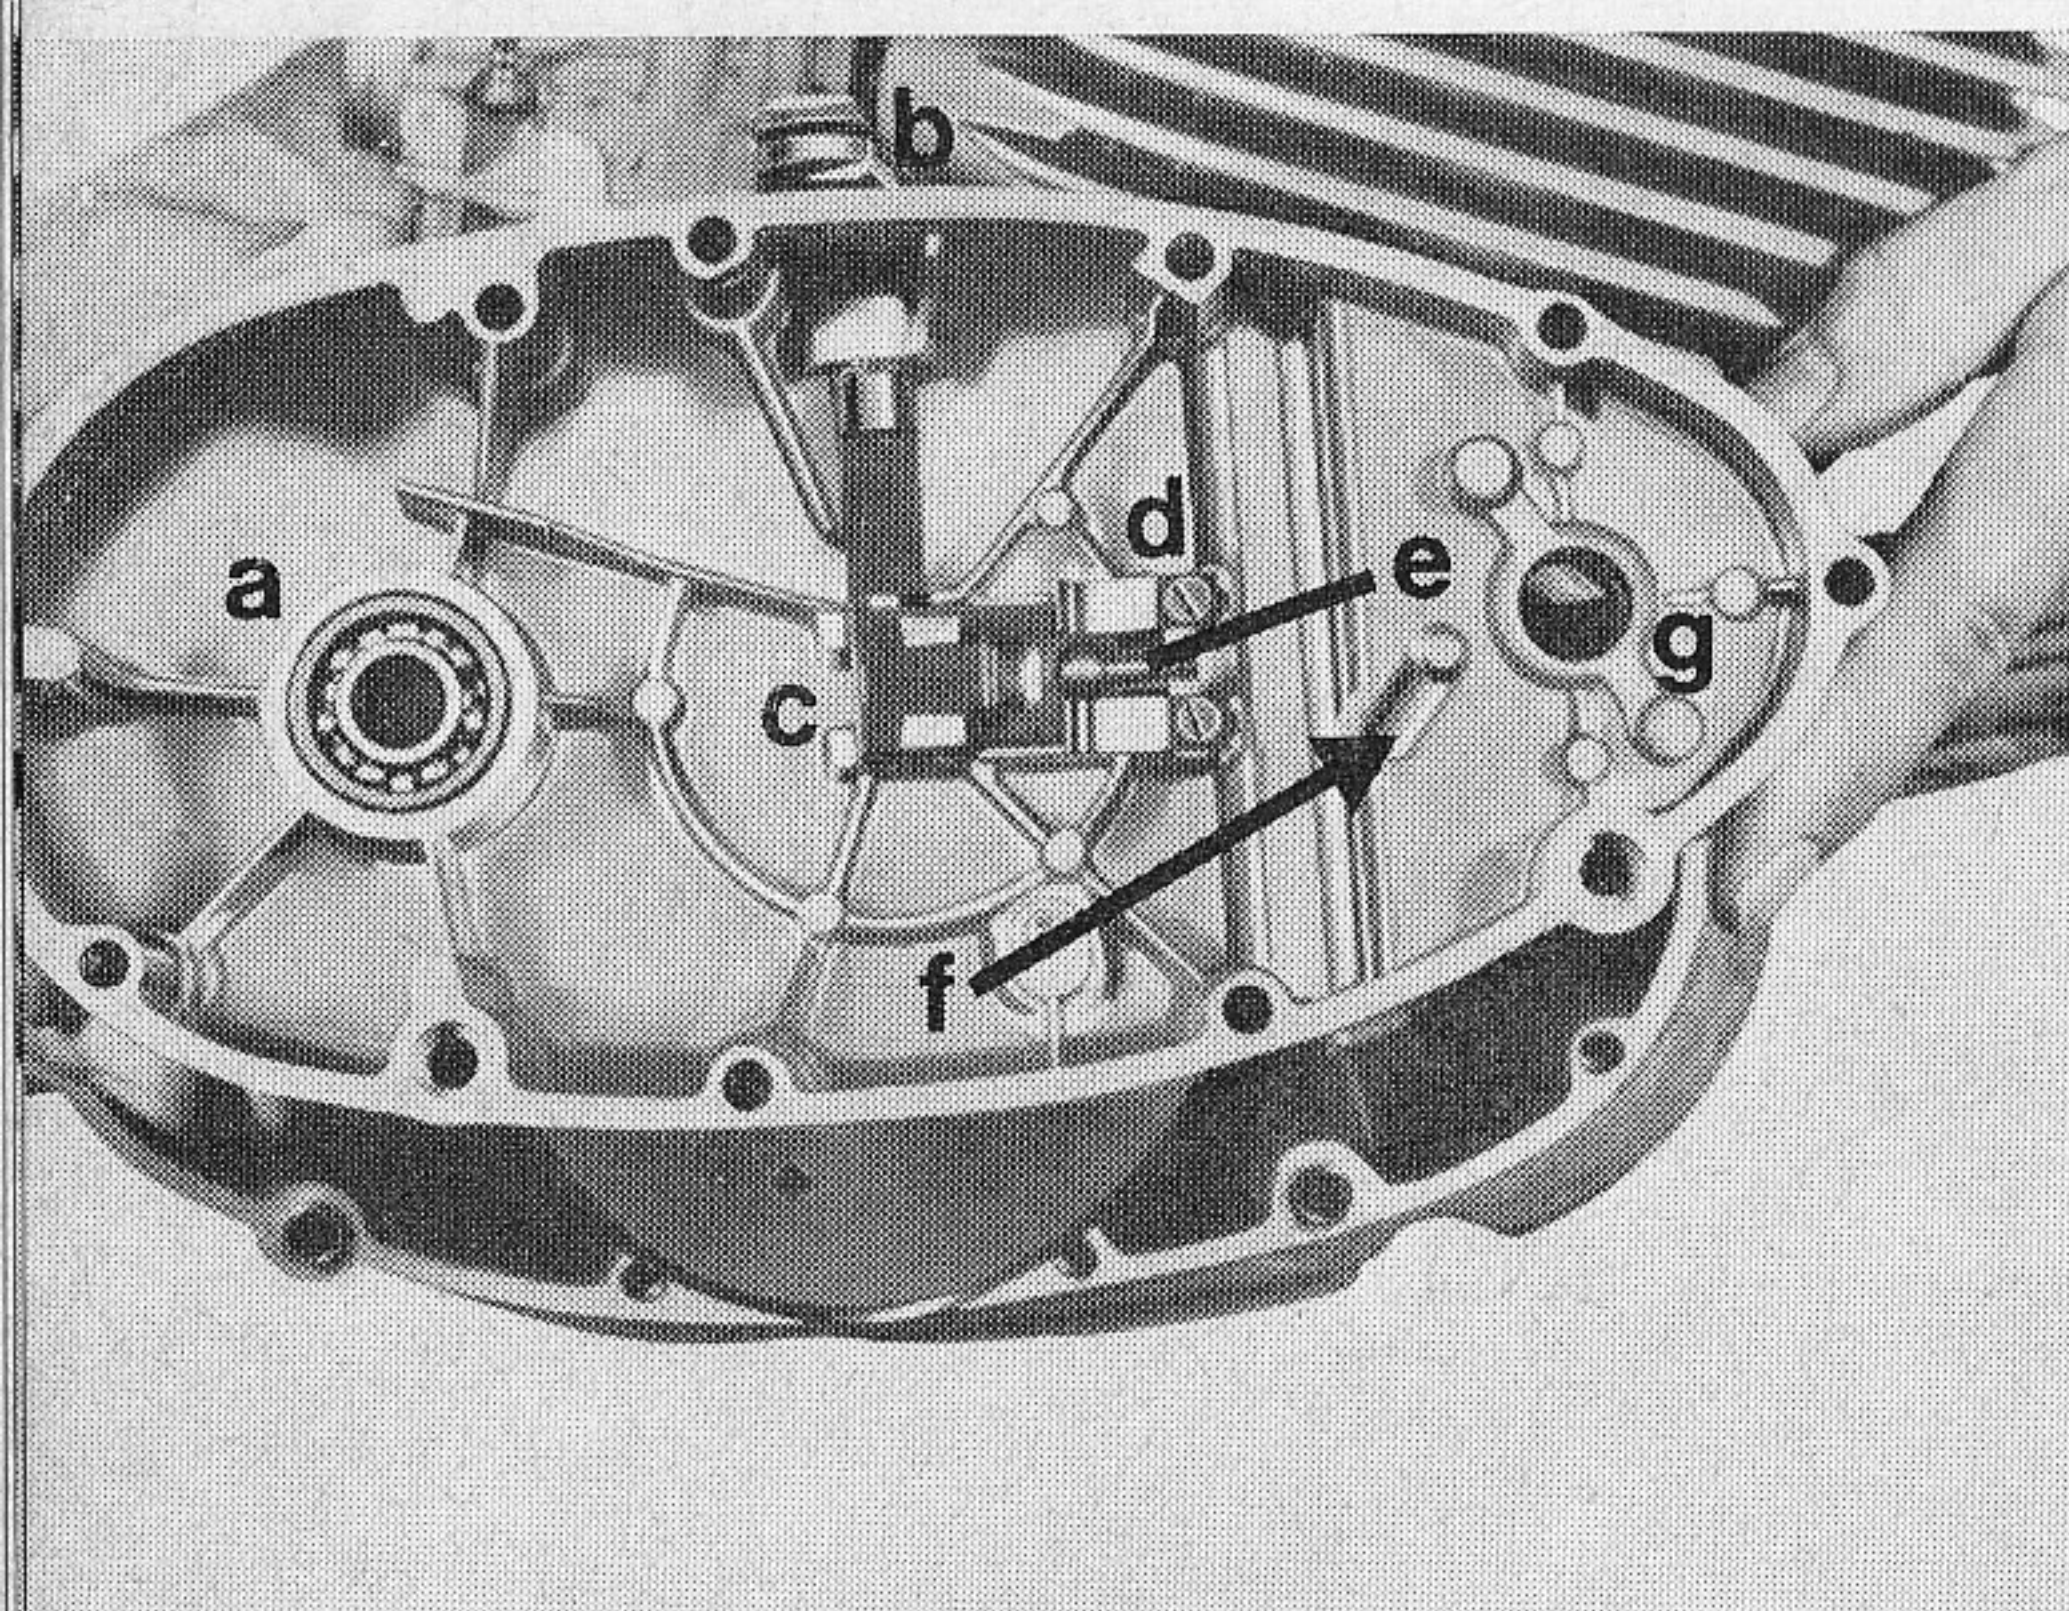

Bild 11
- g) 1 Büchse für die Kickstarterwelle (Bild 11).